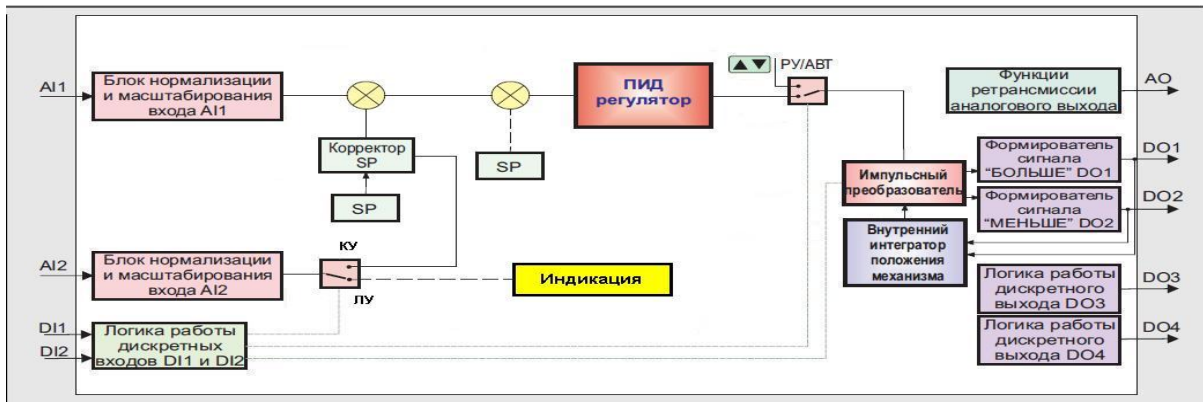

Рисунок 3.13 – Структурная схема импульсного регулятора с внешней коррекцией
- ПИД-импульсный с внешней коррекцией задания (рис. 3.13)